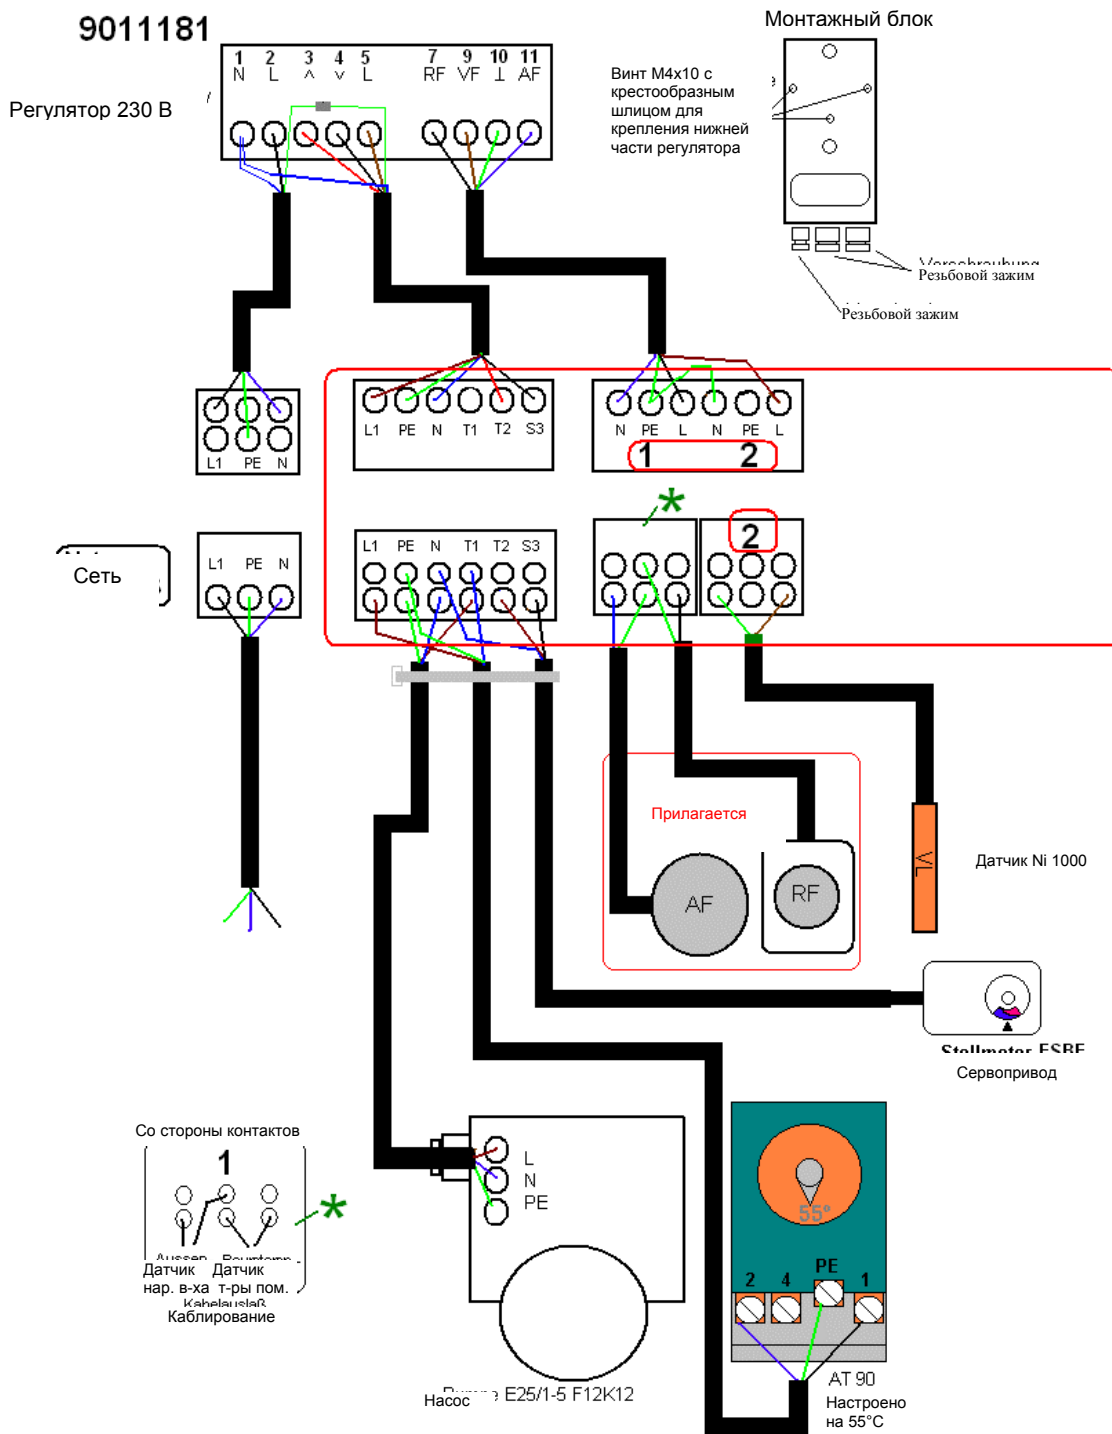

Рис. 6
4.3 Общая схема подключения (Рис. 6 и 7)